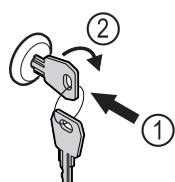

Fig. 123 Príklad zobrazenia
- ▶ Zatlačte kľúč Fig. 123 (1).
- ▶ Otočte kľúč o 90° v smere hodinových ručičiek Fig. 123 (2).